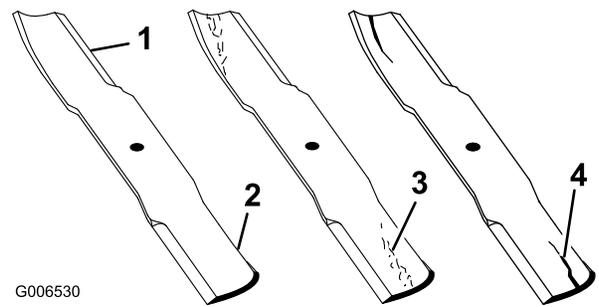

Figura 77
1. Inspeccione as extremidades de corte (Figura 77).
4. Se verificar quaisquer fissuras, desgaste, ou a formação de ranhuras nesta área instale imediatamente uma lâmina nova (Figura 77).